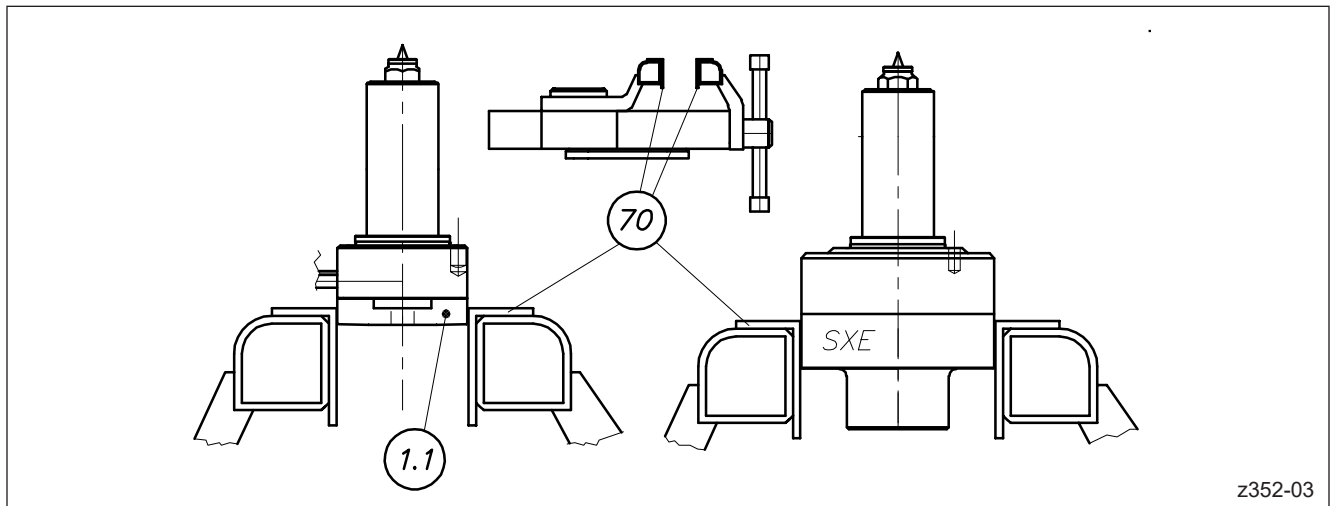

Abbildung 42: Einspannen der ausgebauten HPS III Düse im Schraubstock
Die Düse muss immer am Druckrohr (Pos. 1.1) eingespannt werden. Eine HPS III-SXE Einzeldüse wird am Körper eingespannt (vgl. Abbildung 42).
1. Für den Spitzenwechsel innerhalb des Werkzeugs Konturplatte (Pos. 56) in kaltem Zustand entfernen. Für den Spitzenwechsel bei ausgebauter Düse diese in den Schraubstock einspannen (vgl. Abbildung 42) und an ein Heizkanalregelgerät anschließen.
1. Für den Spitzenwechsel innerhalb des Werkzeugs Konturplatte (Pos. 56) in kaltem Zustand entfernen. Für den Spitzenwechsel bei ausgebauter Düse diese in den Schraubstock einspannen (vgl. Abbildung 42) und an ein Heißkanalregelgerät anschließen.